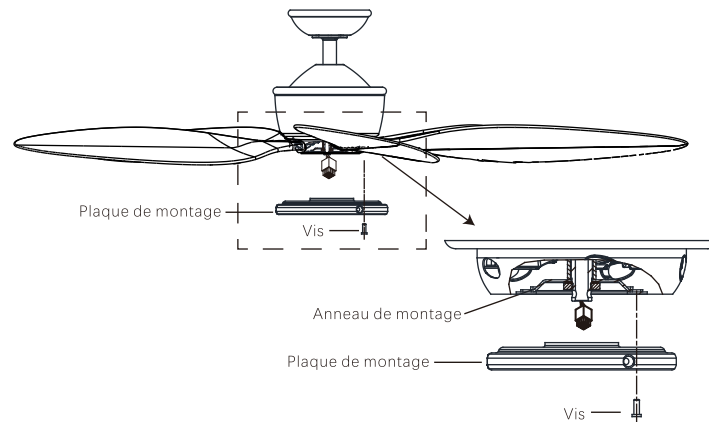

Fig.15
Étape 1. Desserrez deux des vis de la anneau de montage fixée à l'arbre du moteur, et retirez et conservez la troisième vis. (Fig.15)
Remplacez la troisième vis qui a été retirée précédemment et serrez-la pour la fixer.(Fig.15)